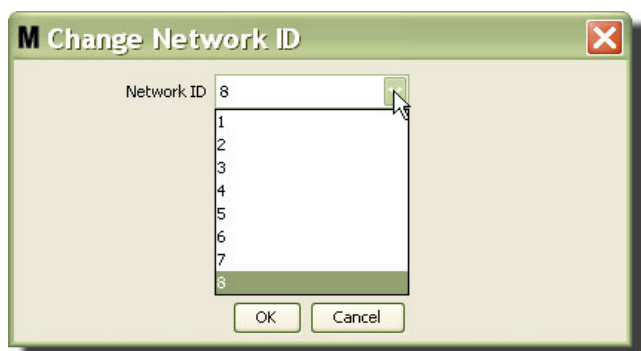

Рис. 60
3. Выберите из выпадающего списка доступных идентификаторов сети выберите значение вашего местоположения (Рис. 60). Нажмите кнопку «OK» [OK], чтобы закрыть окно и сохранить изменения.